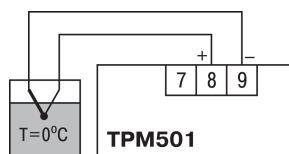

Рисунок 8.7 – Схема подключения
1. Выключить питание прибора. Отключить от входа сигнал потенциометра и подсоединить вместо него концы отградуированной термопары соответствующего типа. Поместить рабочий спай ТП в сосуд со смесью воды и льда (температура $0 ^\circ\text{C}$), см. рисунок 8.7.